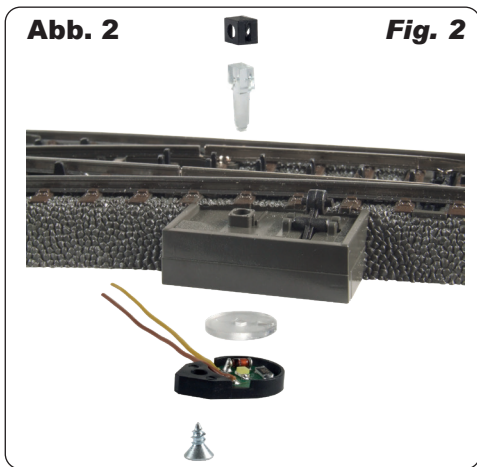

Abb. 2 Fig. 2
3. Stecken Sie den passenden Laternenkörper von oben durch die dafür vorgesehene Bohrung neben dem Handsteuerhebel der Weiche. Achten Sie dabei darauf, dass der Laternenkörper passend zur Weichenstellung steht: Abzweig = Laternenkörper quer zur Fahrtrichtung (Abb. 2).
3. Insert the lantern body from above through the respective hole next to the switching lever. Make sure, that the lantern body has the appropriate position to the position of the turnout: turnout = lantern body is crosswise to the direction of travel. (see fig. 2)